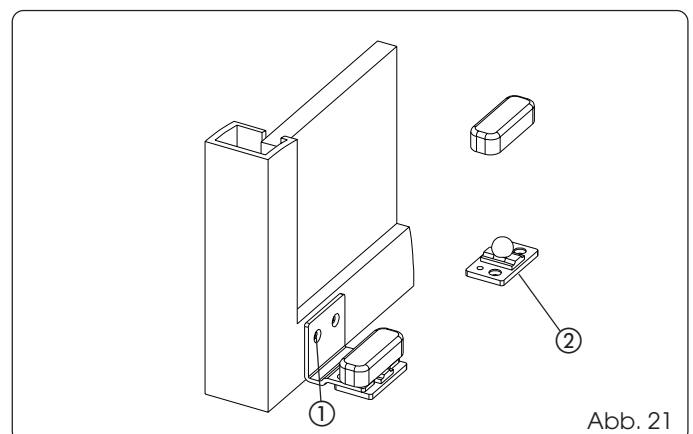

Abb. 21
- Die Gleitschuhe laut Abb. 21 Bez. ① unter Verwendung entsprechender Schrauben befestigen.
- Den Gleitschuh direkt am Fußboden befestigen, laut Abb. 21 Bez. ②, mit Hilfe von entsprechenden Dübeln und Schrauben.